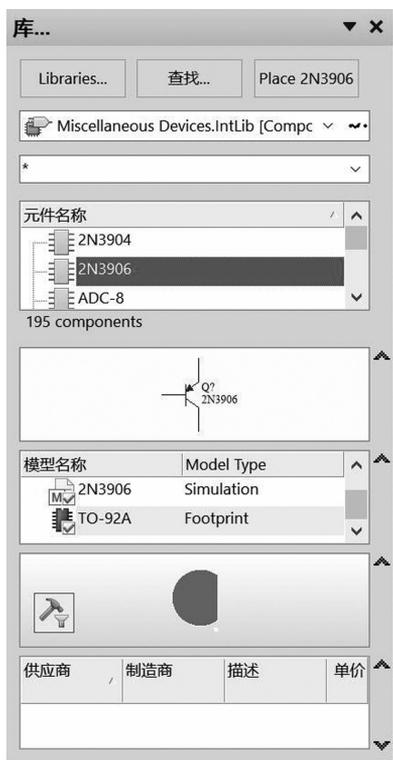
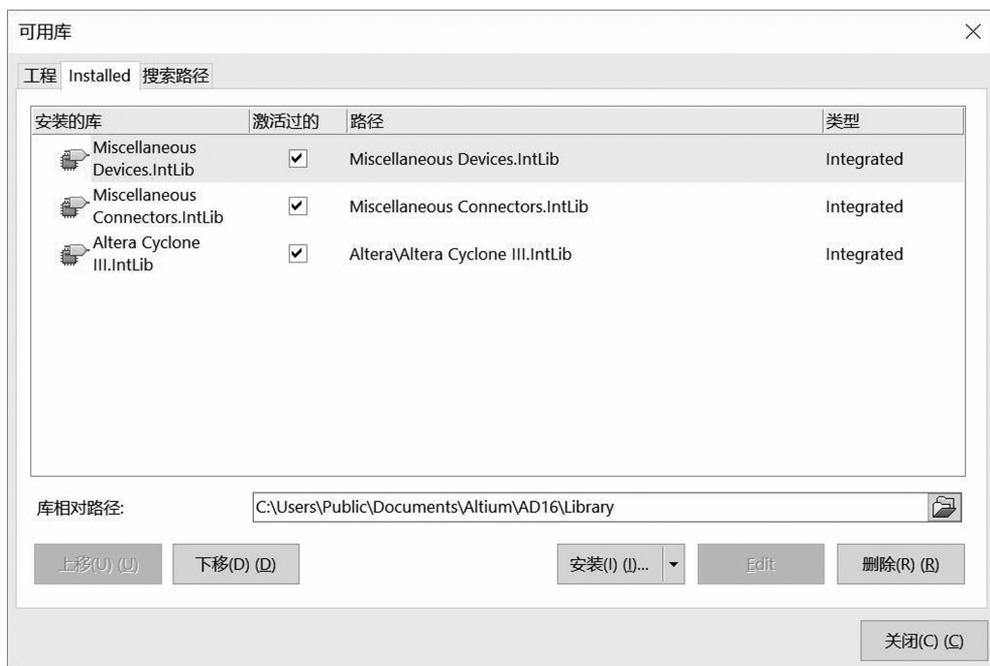

图4-28 “库”面板
图 4-29 “可用库”对话框(1)
(1) 将鼠标箭头放置在工作区右侧的“库”标签上, 此时会自动弹出一个“库”面板, 如图4-28所示。
(1) 执行“设计”→“添加移除库”命令, 或者单击如图4-28所示的“库”面板左上角的 Libraries... 按钮, 弹出“可用库”对话框, 如图4-29所示。
在如图 4-29 所示的对话框中有 3 个选项卡，“工程”选项卡列出的是用户为当前项目自行创建的库文件。“Installed(已安装)”选项卡列出的是系统中可用的库文件。